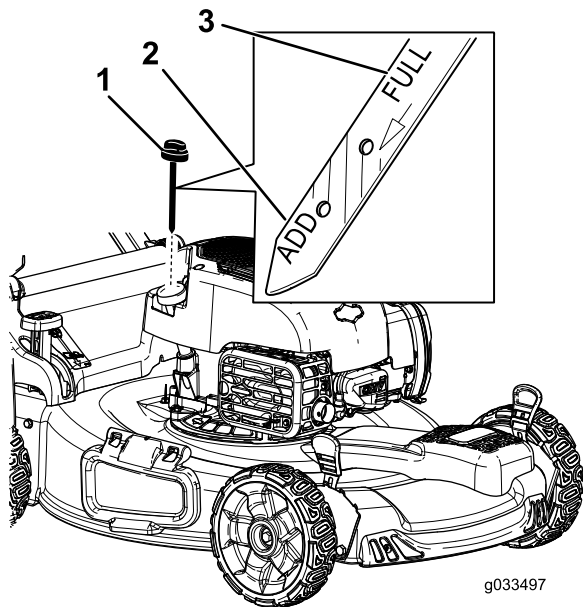

Рисунок 25
3. Выньте масломерный щуп, повернув крышку против часовой стрелки и вытянув ее (Рисунок 25).
10. Определите уровень масла по отметкам на щупе (Рисунок 25).